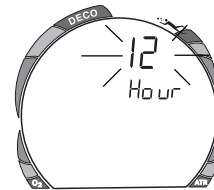

Fig. 29 - Einstellung Stunden Format
- Die Anzeigen **Hour** erscheint, **12** (bzw. 24) blinkt. (Abb. 29).